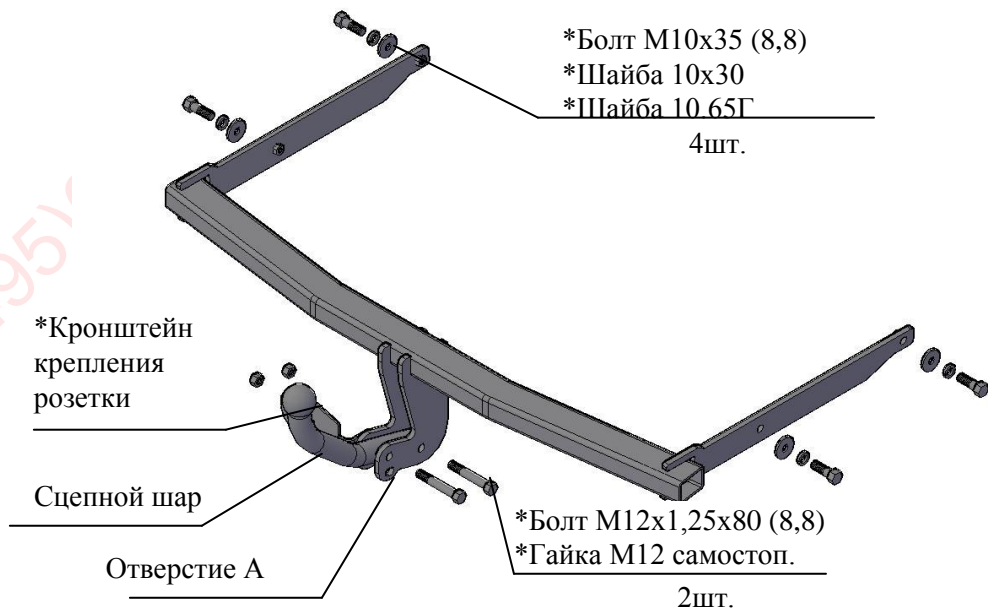

Рис.1 Тягово-сцепное устройство ТСУ 6013
2.1 ТСУ 6013 в сборе (рис.1)	1 шт.
2.2 Пакет с комплектующими (см. рис.1) Защитный колпак	1 шт.